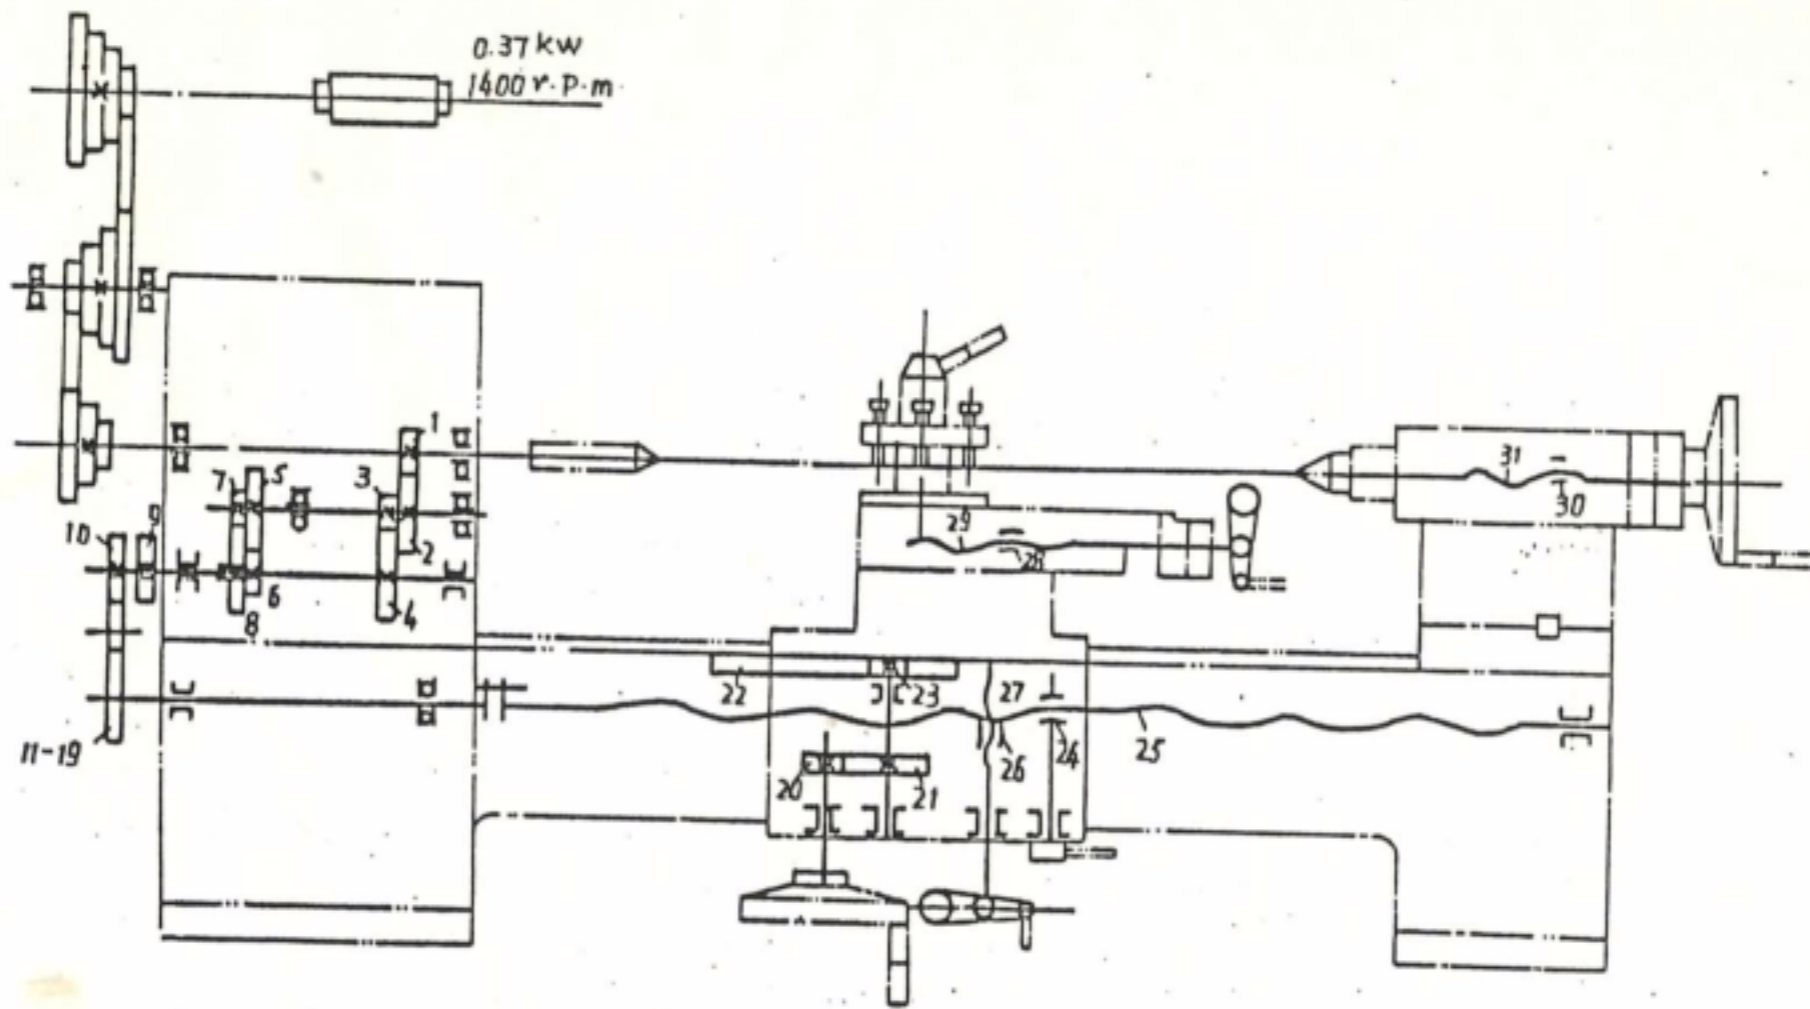

Fig. 2: Schema di trasmissione
SISTEMA DI TRASMISSIONE (FIG 2)
VITE E DADO DELL'INGRANAGGIO (FIG. 2)
Ruotare la manopola (1) ed aprire il coperchio. Selezionare la posizione delle cinghie nelle varie pulegge (motrice, rinvio, condotta) secondo la tabella della velocità di Fig. 2, ottenendo così la velocità desiderata.